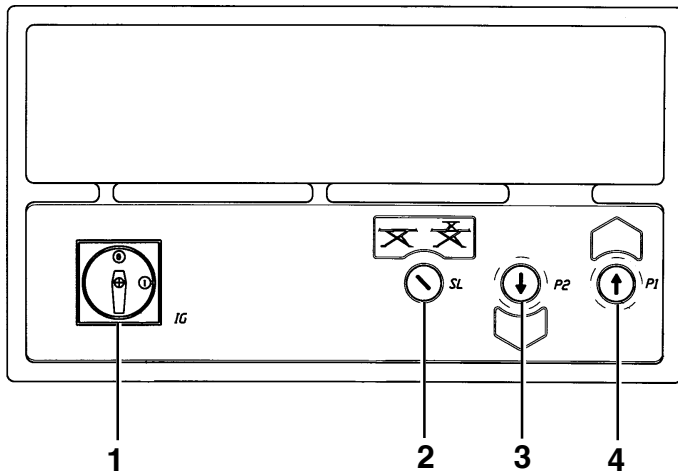

Fig. 40
**5.5.1 RAV635-640-650-660 .1-.1.55-4-.4.46-6-55 (SI/ISI) Salita.** (Rif. Fig.40) Interruttore generale (1) in posizione 1. Selettore (2): posizione 0 attivazione sollevatore principale. Selettore (2): posizione 1 attivazione sollevatore integrato. Premere il pulsante di salita (4) fino al raggiungimento dell'altezza voluta.
**Discesa.** Premere il pulsante di discesa (3) (il ponte sale brevemente per disinserire gli arpioni di arresto, poi scende).
**Up -** (Ref. Fig. 40) Master switch (1) in position 1.
**Heben.** (Zu Abb. 40). Hauptschalter (1) in Schaltstellung "1" setzen.
**Montée.** (Réf. Fig. 40) Interrupteur principal (1) sur la position 1.
**Subida.** (Ref. Fig.40) Interruptor general (1) en posición 1.